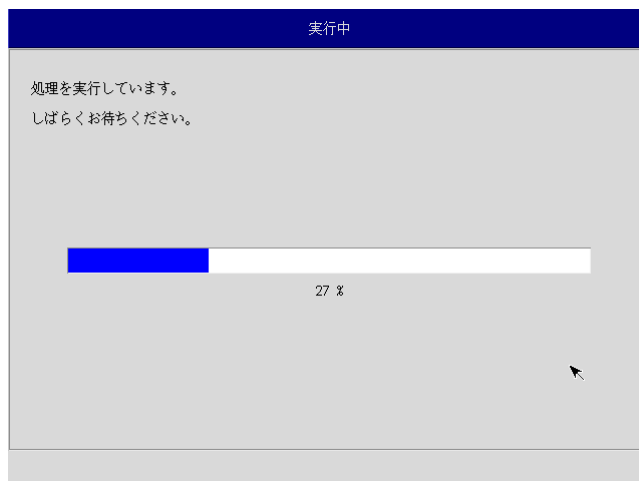

図 6-3-7. 実行中画面
- ⑩ 実行中画面（図 6-3-7）が表示され、処理が開始されます。実行中は DVD ドライブ、保存メディアを外さないでください。また、電源を落とさないようにしてください。